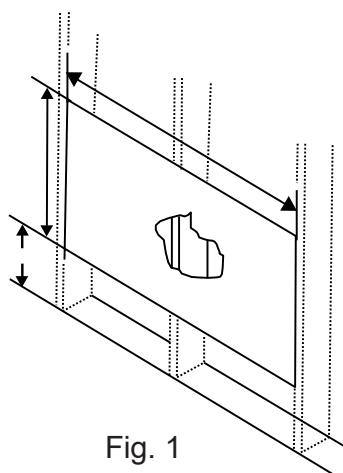
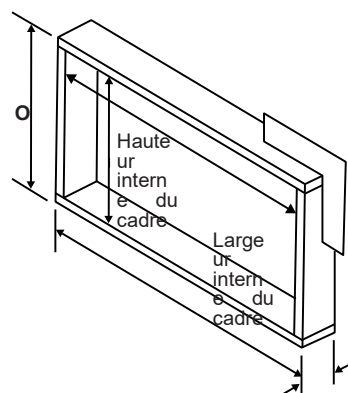

Fig. 1
Fig. 2
3. Mesurez l'espace entre les bords internes de tous les autres poteaux, comme indiqué dans la Fig. 1.
Mesurez attentivement et créez une ouverture adaptée aux dimensions de votre modèle. Voir Fig. 1 et Fig. 2.